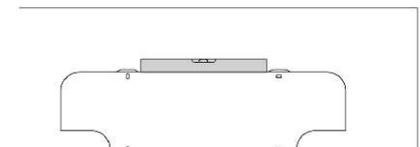

Fig.7
- Posizionare correttamente la piastra mediante una bolla di livello (fig. 7).